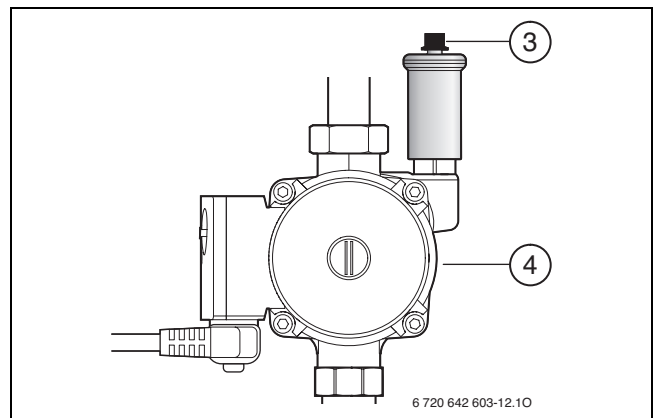

Fig. 20
- ▶ Volver a purgar la instalación mediante el purgador automático de la bomba solar (→ fig. 20, [3], pág. 14).